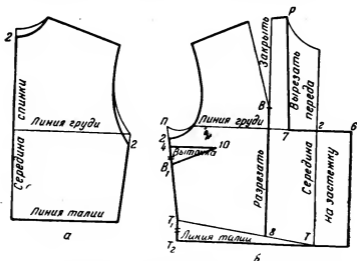

Рис. 309. Нанесение линий фасона лифа сарафана прямого покроя:
**Спинка.** Спинка сарафана имеет углубленный вырез горловины и проймы на 2 см (рис. 309, а).
**Полочка.** От точки 2 влево по линии груди откладывают 7 см (рис. 309, б), точку 7 соединяют по линейке с точкой Р. От точки Г вправо проводят горизонтальную линию и на ней откладывают 6 см, от точки 6 вниз проводят вертикальную линию параллельно середине переда и под прямым углом соединяют с точкой Т. От точки Т влево по линии талии откладывают 8 см, точку 8 соединяют по линейке с точкой В.